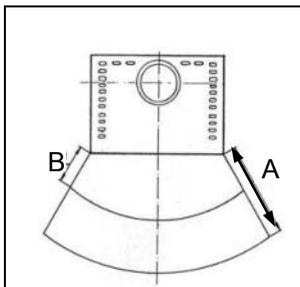

Bild 2
Im Sichtbereich (Strahlungsbereich) des Feuers muss zu brennbaren Bauteilen, Möbel oder auch z.B. zu Dekostoffen ein Abstand nach vorne von mindestens **80 cm** (A), gemessen ab Vorderkante Feuerraumöffnung eingehalten werden. Der Sicherheitsabstand reduziert sich auf **40 cm** (B), wenn ein belüfteter Strahlungsschutz vor das zu schützende Bauteil montiert wird (Bild 2)